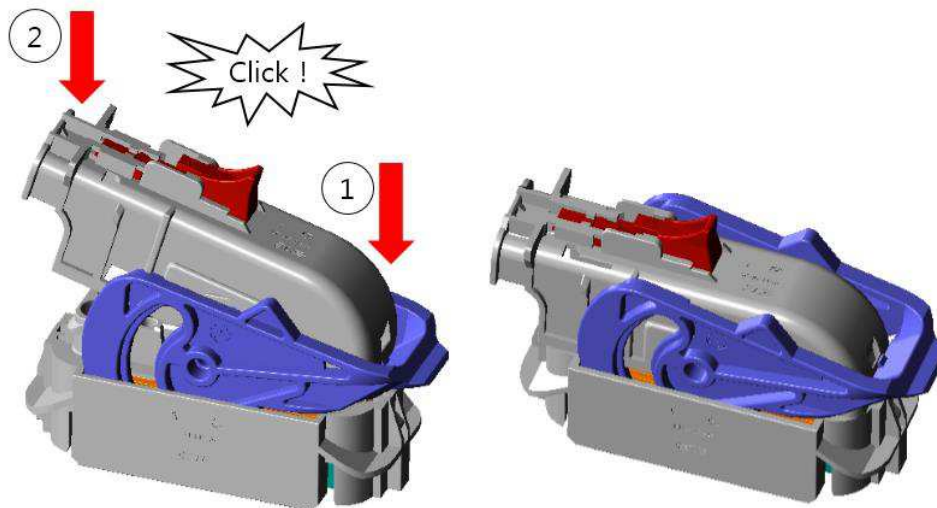

Fig. 21
2. 이후 아래 그림과 같이, Rear Latch 를 조립하시오.(Fig. 21 참고)